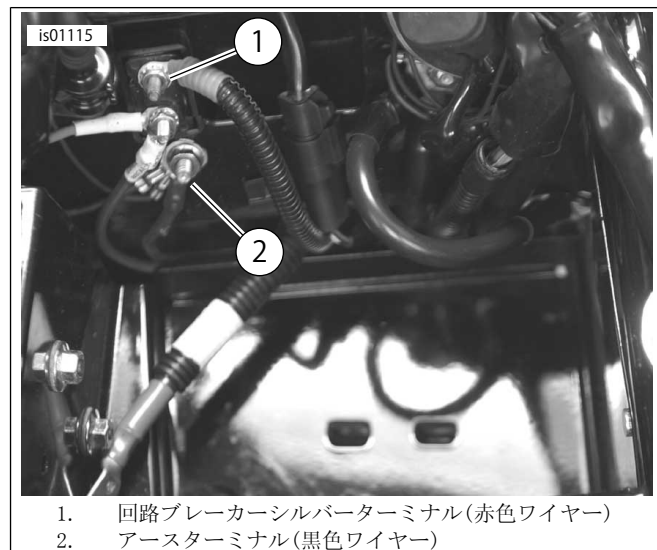

図5。接続(バッテリーを取り外した状態)-2003年以前のツーリングモデル(2003年FLHTCUの表示)
3. 「図5」を参照してください。ヒートドハンドグリップワイヤーハーネスの黒色配線を切り、シート下のバッテリーのくぼみ内の回路ブレーカー下にあるアーススタッド(2)に容易に手が届くようにします。